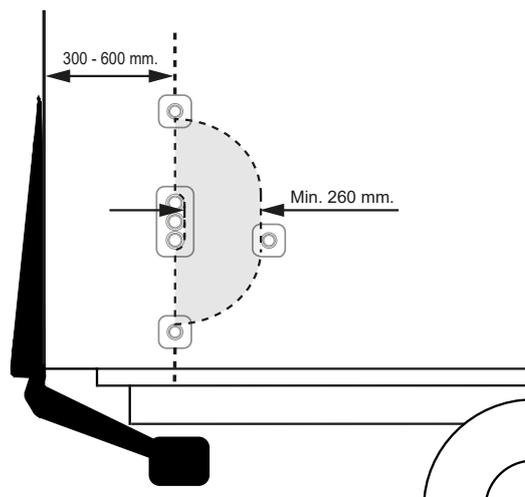

Figura 21. Montaje del actuador CD 1 a dos manos.
2. La distancia entre el borde trasero del vehículo y el centro de los dispositivos de mando debe ser 300-600 mm. Las distancias entre los dispositivos de mando deben ser de 260 mm como mínimo. Véase Figura 21.